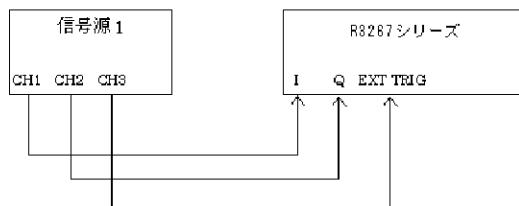

図 6-10 IQ 入力 UP LINK 測定接続図
- R3267 シリーズと信号源を図 6-10 のように接続します。